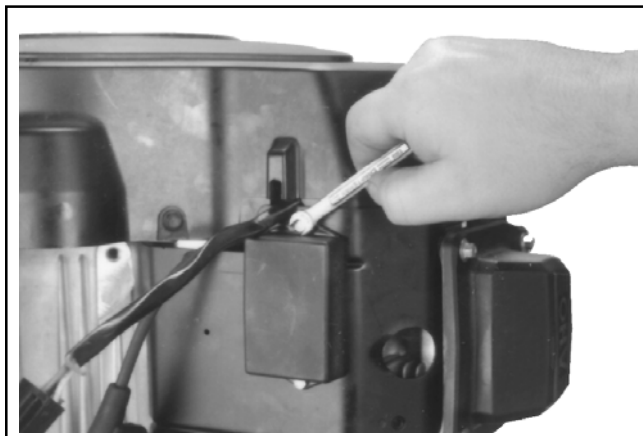

Figura 9-21. Allentamento del modulo di anticipo scintilla (alcuni modelli).
2. Il raddrizzatore-regolatore non deve essere staccato dal convogliatore dell'aria. Se il motore è dotato di SMART-SPARK™, rimuovere le viti di montaggio dal modulo di anticipo scintilla (SAM). Vedere Figura 9-21. Il modulo rimarrà appeso al cablaggio.